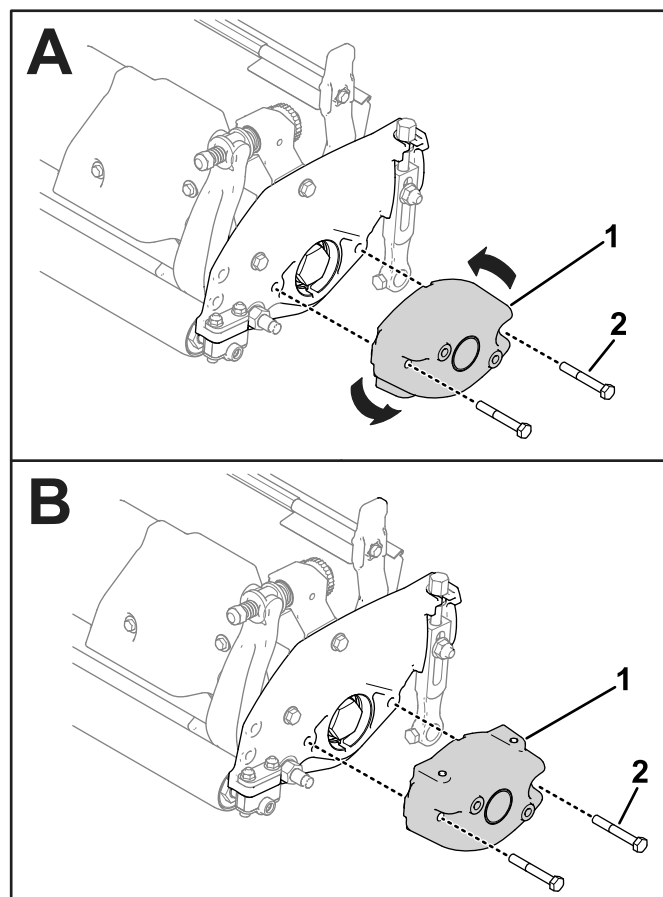

図 59
1. カッティングユニットに取り付けられているカウンタウェイトを一旦取り外し、ねじ穴が上を向くように向きを変えて取り付ける 図 59。